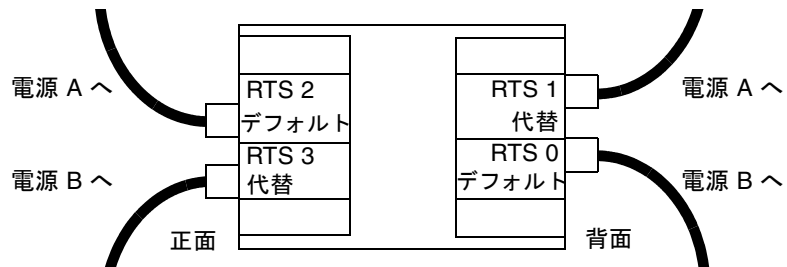

図 2-6 2 つの独立した AC 電源
- 2 つの独立した AC 電源を使用する構成では、システムの正面に 2 本、背面に 2 本の計 4 本のケーブルを接続します (図 2-6)。